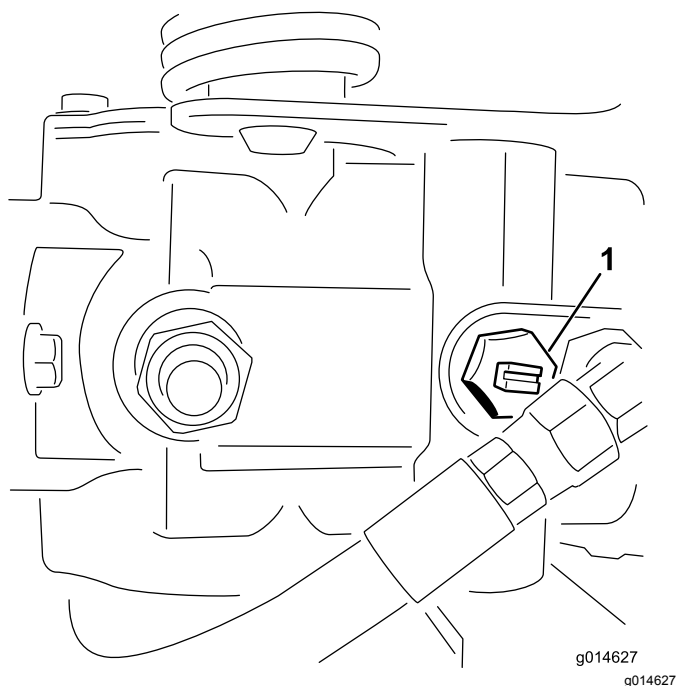

Figure 27
1. Localisez la vanne de dérivation sur la pompe et tournez-la jusqu'à ce que la fente soit verticale (Figure 27).
2. Avant de mettre le moteur en marche, fermez la vanne de dérivation (fente horizontale) (Figure 27).